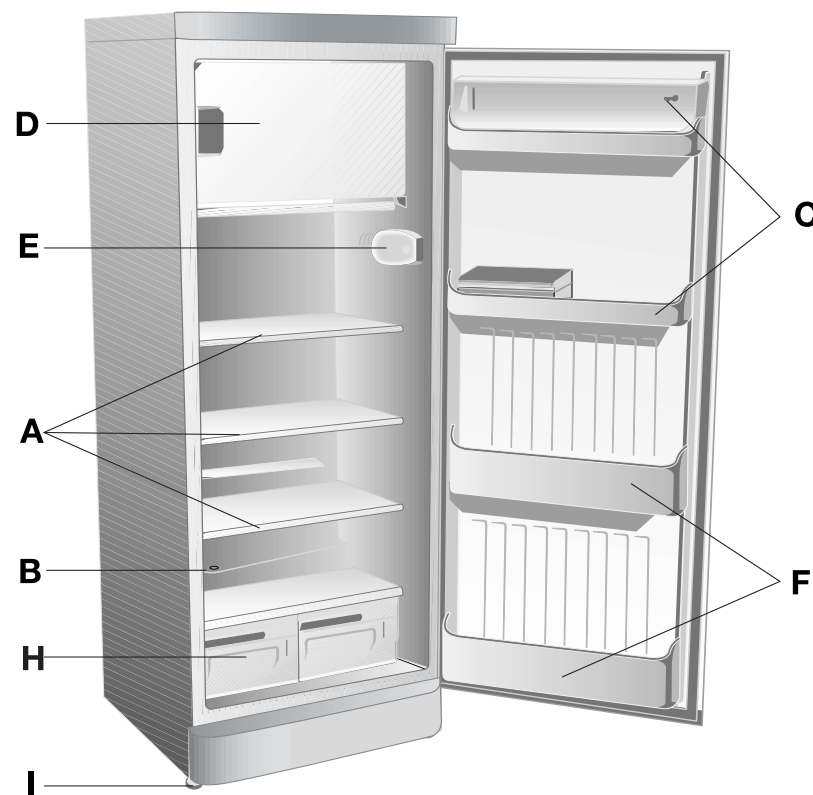
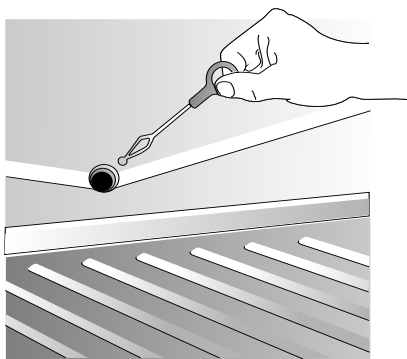

fig. 1
fig. 7
- Veillez à ne pas verser de l'eau dans la rigole d'évacuation pendant le nettoyage. (fig. 1:B).
Lorsque l'appareil fonctionne, il se forme des gouttes d'eau ou du givre sur la paroi arrière de l'espace de réfrigération. Le dégivrage de la partie réfrigération s'effectue automatiquement pendant le processus de réfrigération. L'eau de dégivrage est recueillie par la rigole d'évacuation (fig. 1:**B**) dans un petit bac situé sur le compresseur. l'eau de dégivrage s'y évapore du fait de la chaleur émise par le compresseur. En cas de formation persistante de givre ou de glace, positionnez temporairement le bouton du thermostat sur **0**.
Contrôlez régulièrement si la rigole d'évacuation de l'eau du dégivrage (fig. 1:B) n'est pas bouchée. Le cas échéant, utilisez le débouchoir pour libérer son entrée (fig. 7).
Le dégivrage du compartiment congélateur (fig. 1:D), a lieu de façon manuelle:
- éteignez l'appareil et ouvrez la porte; pour accélérer la phase, vous pouvez introduire une bassine d'eau tiède dans le compartiment (fig. 1:D).